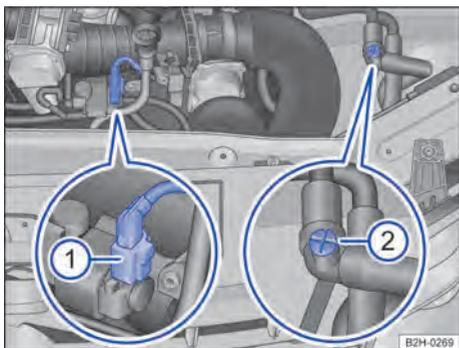

Fig. 181 No compartimento do motor: conector ①. Válvula de ventilação manual ②.
4. Abrir a válvula de ventilação manual → **Fig. 181** ② em cerca de três voltas em sentido anti-horário.
6. Remover o conector ao lado da vareta de medição do óleo → **Fig. 181** ① e fixar. Não conectar o conector novamente até a visita à oficina.